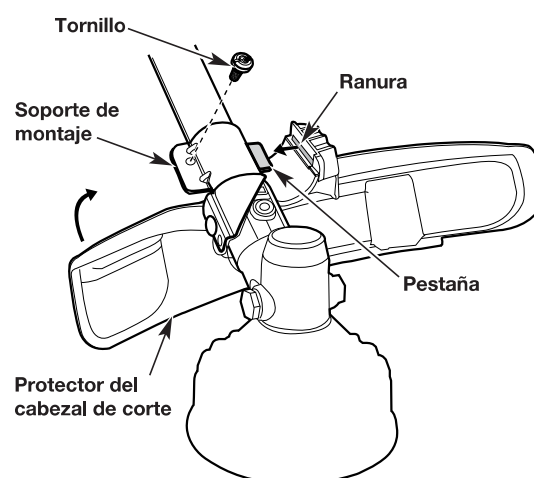

Fig. 2
2. Coloque la pestaña sobre el soporte de montaje y en la ranura de la carcasa (Fig. 2).